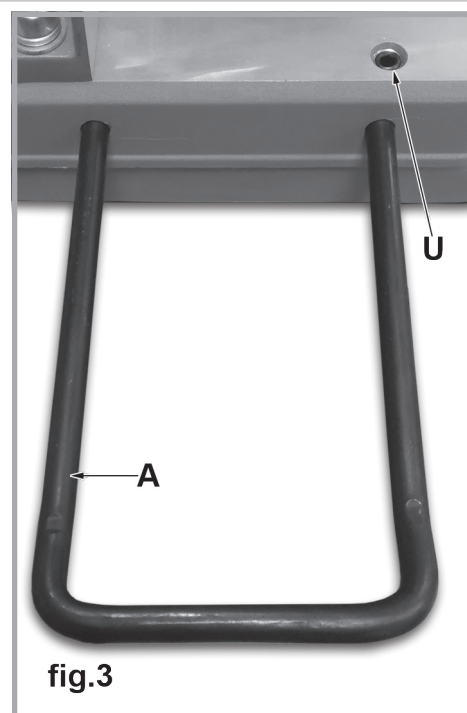

fig.3
1. Installez les extensions latérales (A & T, fig.3), en les couissant,
l'extrémité courbé vers le haut, dans les doubles trous sur les côtés gauche et droit de la table. Les extensions doivent être fixées en place en insérant les vis hexagonale de 4 mm (fig. 3, U) encastré dans le haut du lit de table.